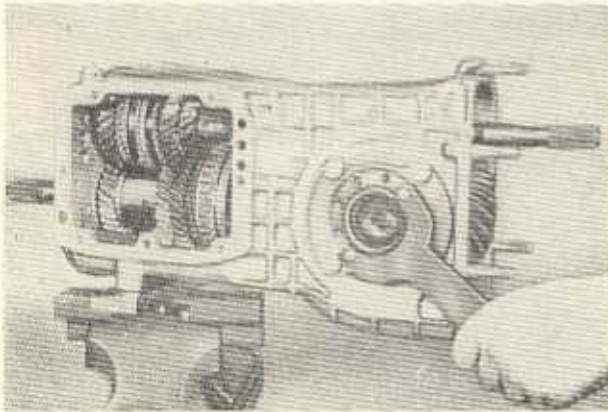

Bild G 74. Einstellen der Muttern für Lagerflansch
1. Beide Einstellmutter am Flanschlager mit Ring-mutterschlüssel W-86 930/1 festziehen (Bild G 74).